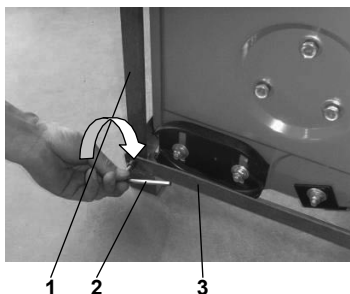

Fig. 1
1. Svitare il bullone e rimuovere la staffa superiore (Fig. 1).